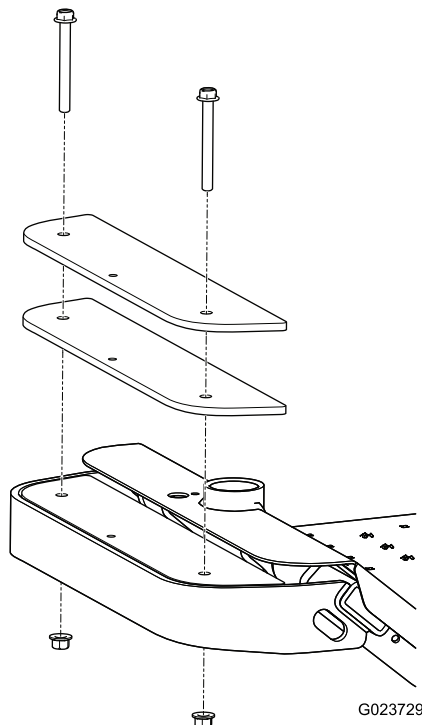

Figura 13
1. Retire os 2 parafusos e as 2 porcas que prendem os pesos existentes na frente da máquina (Figura 13).